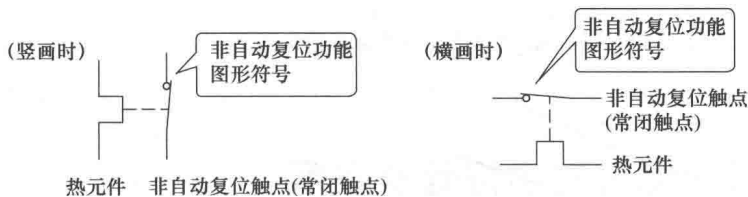

图 1-4 热敏继电器的图形符号
(1) 电气图形符号表示的状态
① 均是在电气设备或电气元件无电压、无外力作用时所处的状态。
② 事故、备用、报警等开关表示在设备正常使用时的位置。如在特定的位置时，应在图上有说明。
③ 机械操作开关或触点的工作状态与工作条件或工作位置有关，它们的对应关系应在图形符号附近加以说明。
(2) 电气图形符号的正确应用
① 有些器件的图形符号有几种形式，尽可能采用“优选形”。但在同一张电气图样中只能选择用一种图形形式。
② 图形符号的大小和图线的宽度并不影响符号的含义，因此可根据实际需要缩小和放大。
③ 图形符号的方位不是强制的。根据图面布置的需要，可将图形符号按 90° 或 45° 的角度逆时针旋转或镜像放置，但文字和指示方向不能倒置，如图 1-4 所示。